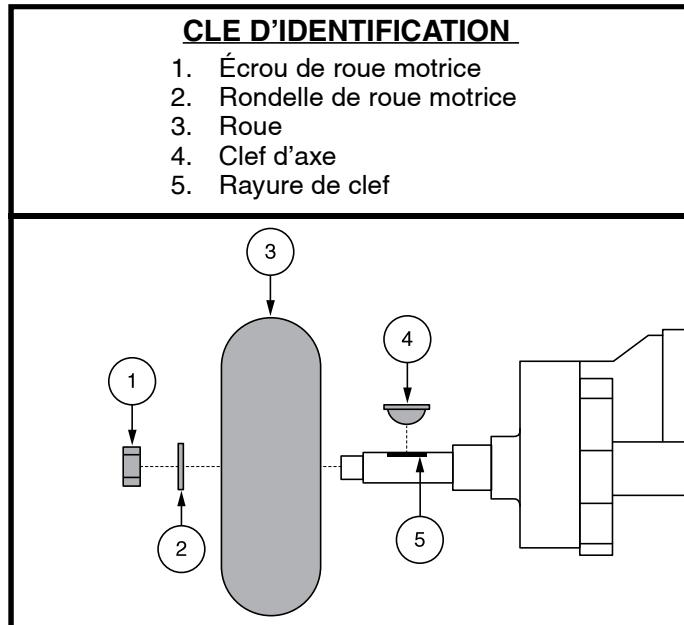

Figure 21. Enlèvement de la roue motrice à âme pleine
3. Enlever le l'écrou et la rondelle de roue motrice sur l'essieu. Voir la figure 21.